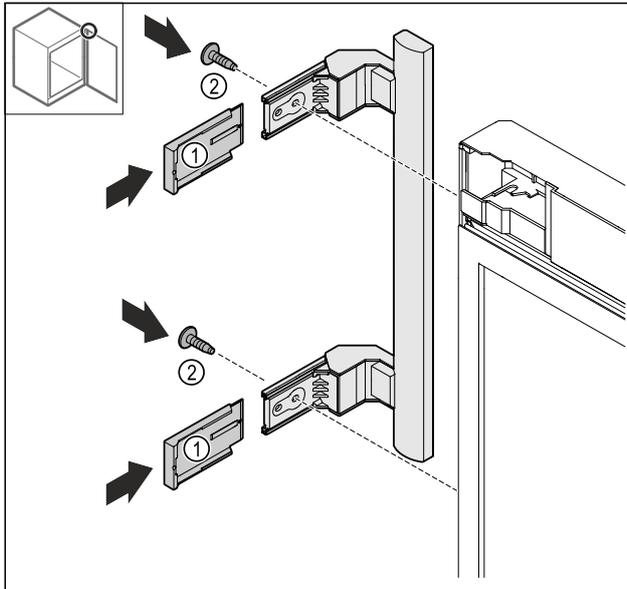

Fig. 27
- ▶ Abdeckungen Fig. 27 (1) aufschieben.